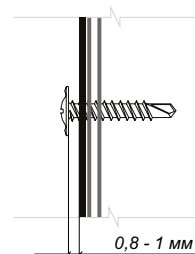

Рис. 18
■ Прижмите панель к обрешетке и закрепите саморезами. Прикручивайте панель от центра к краям. Не крепите сайдинг слишком плотно. Оставьте расстояние примерно 0,8-1 мм между нижним краем шляпки самореза и панелью так, чтобы она имела свободный ход по горизонтали (*рис.18*).